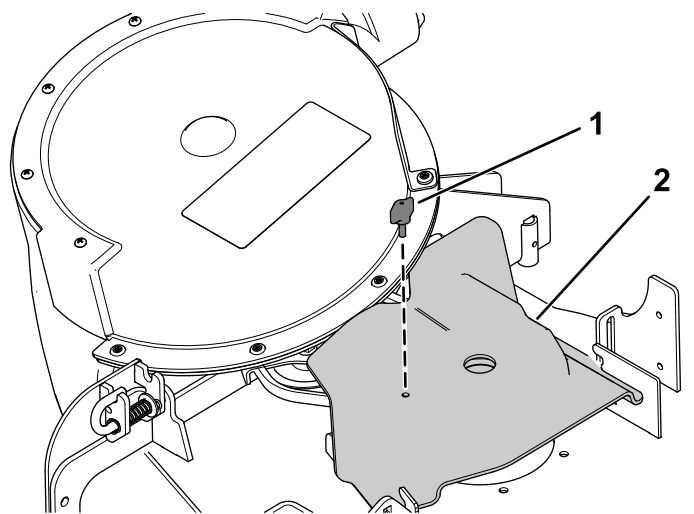

Figure 47
- Recouvrez la courroie de ventilateur de son couvercle et fixez ce dernier avec le bouton (Figure 47).